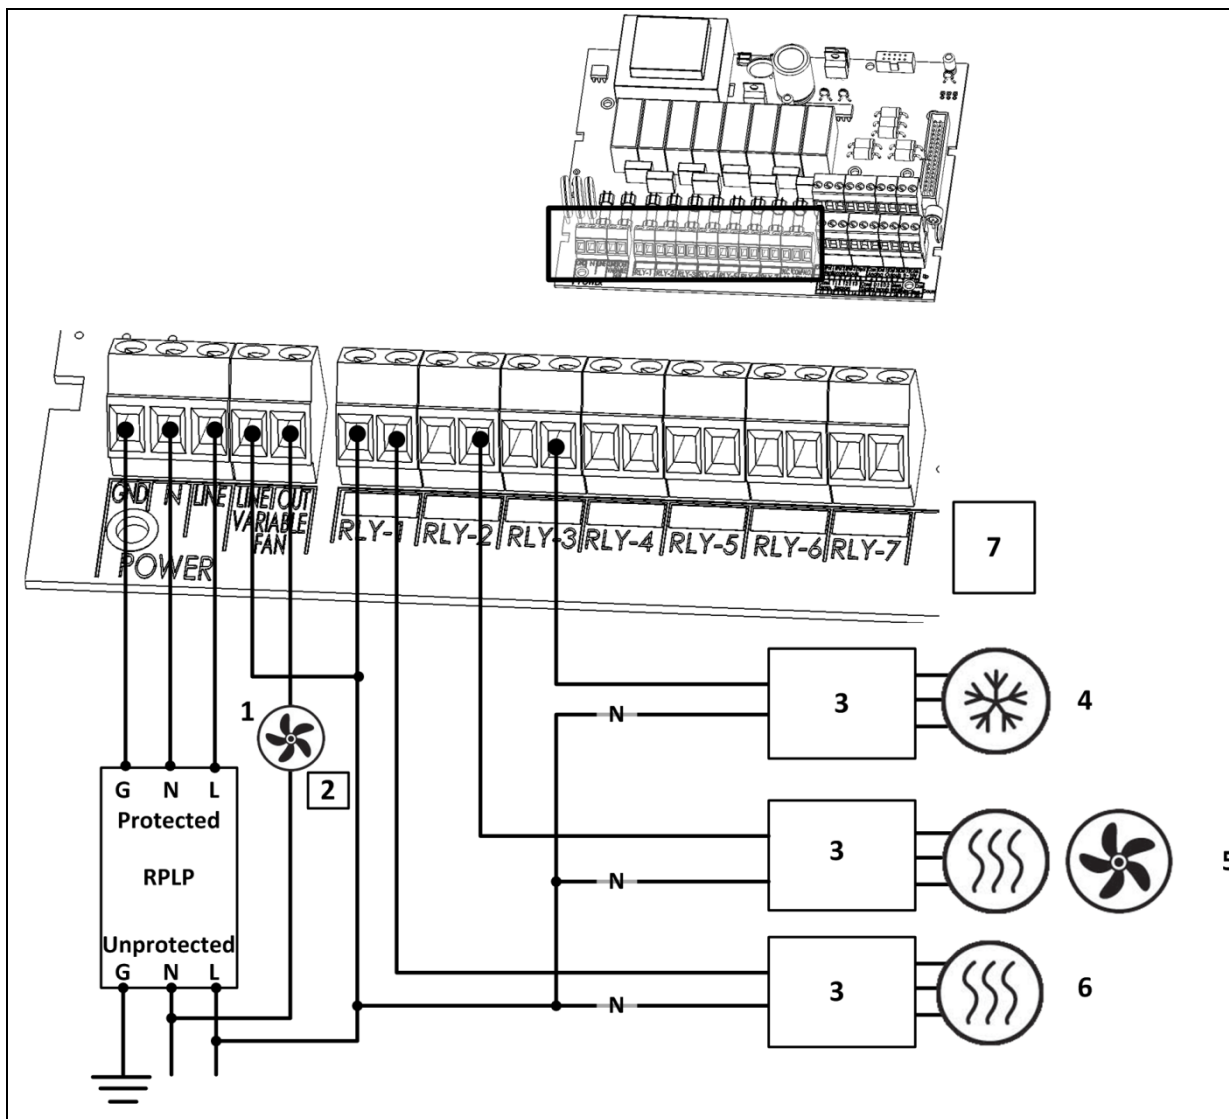
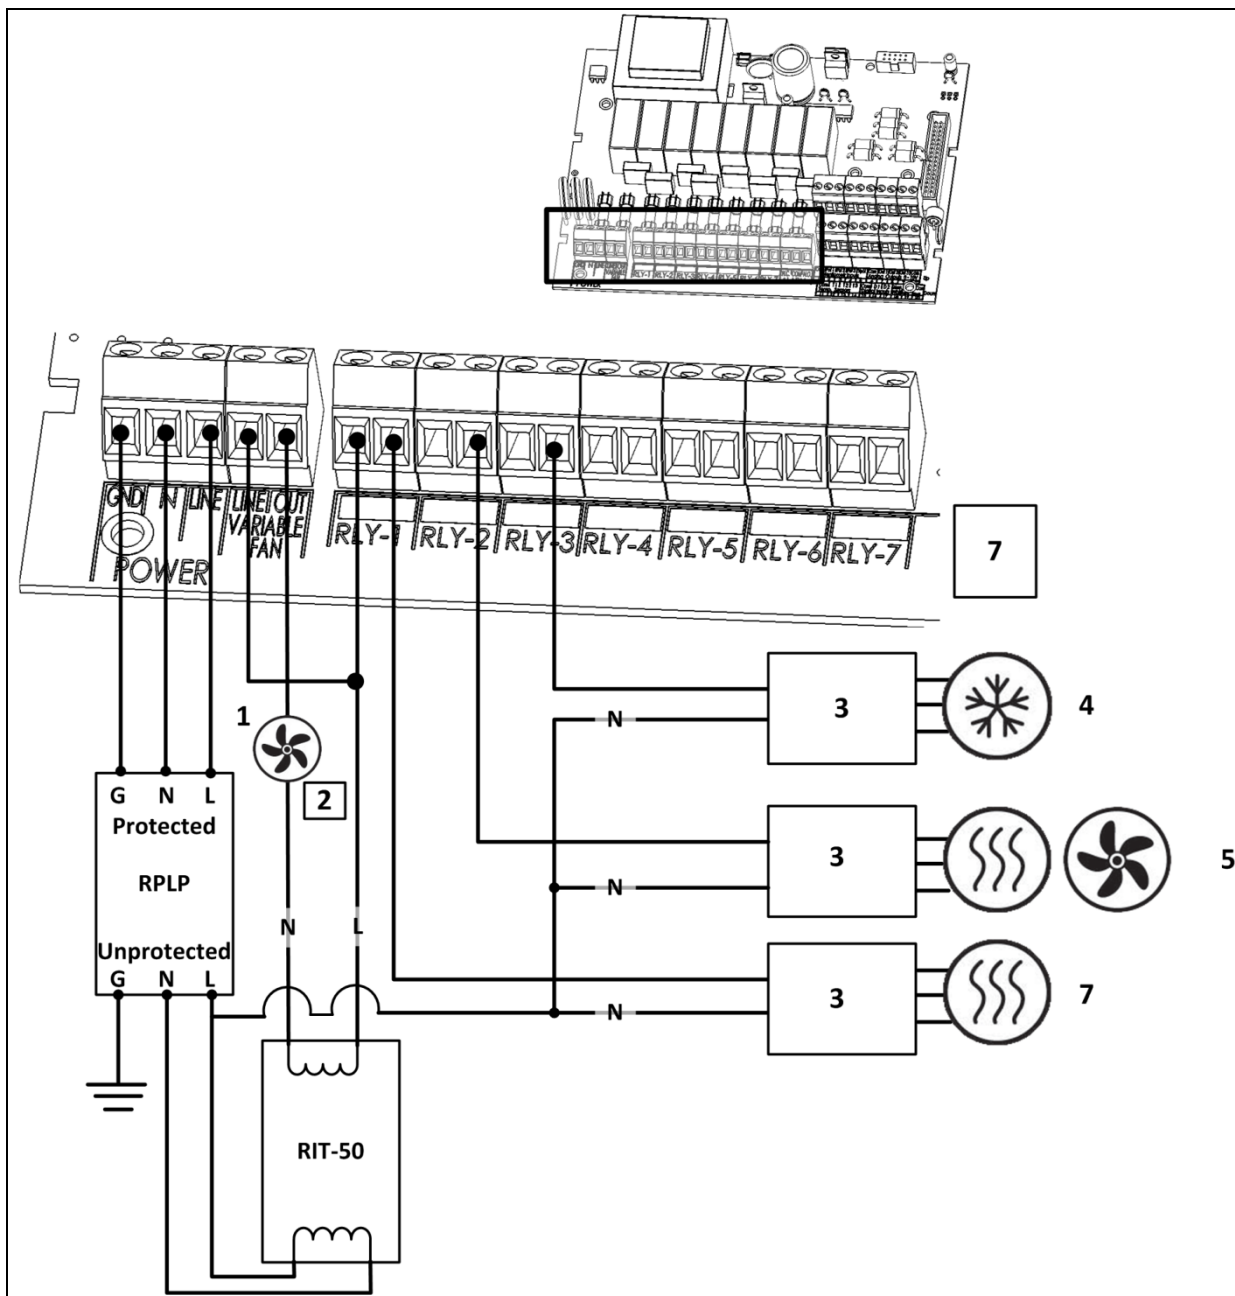
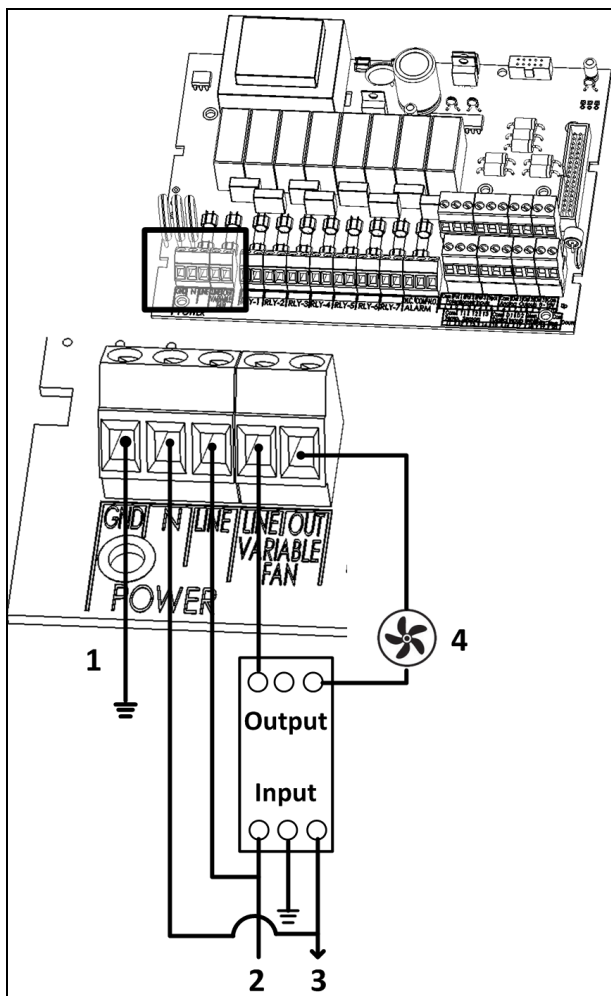

Figure 3: Schéma de câblage de la section principale de tension (pas de filtre) et de la protection
Figure 4: Schéma de câblage de la section principale de tension (pas de filtre) et de la protection et d'isolement
Figure 5: Schéma de câblage de la section principale de tension affichage filtrage
- Figure 3: Schéma de câblage de la section principale de tension (pas de filtre) et de la protection
- Figure 4: Schéma de câblage de la section principale de tension (pas de filtre) et de la protection et d'isolement
- Figure 5: Schéma de câblage de la section principale de tension affichage filtrage
Figure 5 détails comment câbler un filtre CEM au contrôleur. Tout le câblage restant à la section principale de tension reste comme illustré sur la Figure 3 et Figure 4.
Examinez les exemples suivants (Figure 4):